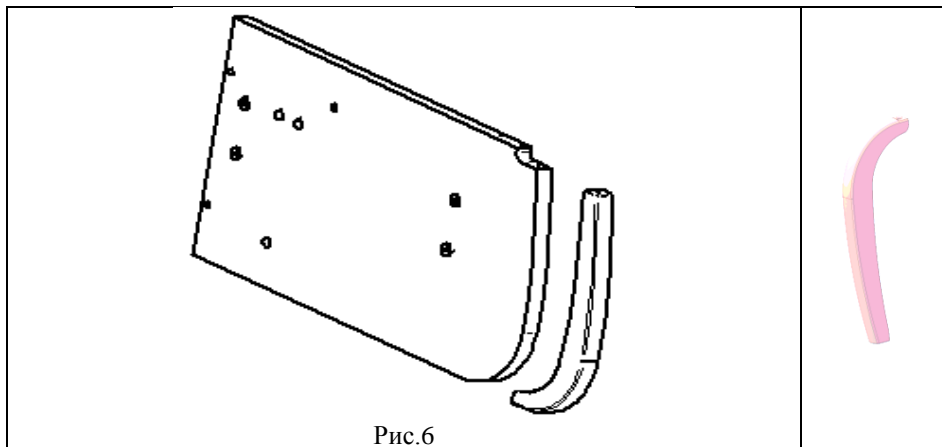

Рис.6
5.1.3.1 К стенке боковой правой (поз.1) установить ТСН.01.041 Накладку (пакет №74а) из ДЭП.03 и закрепить снизу с помощью самореза с прессшайбой 4,2x16 остр. (поз. 2, пакет №75а), см.рис.6 и 6а.
Рис.6а